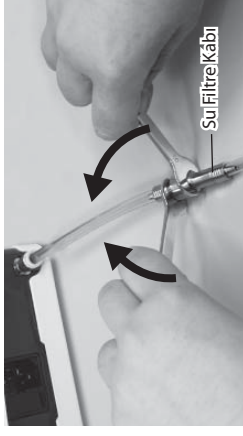

Fig.39
- 2) (5x8) Çapında iki anahtarlı filtreye takıp Fig.39 gösterildiği gibi açınız.